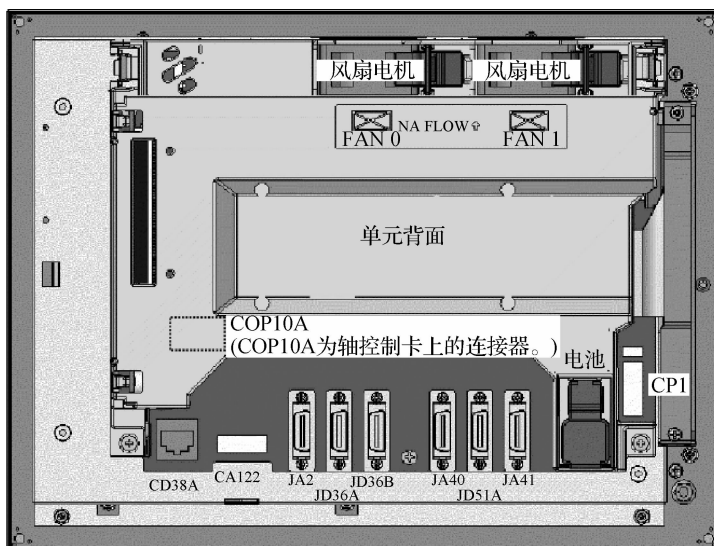

图 2-3 FANUC 0i MateTD 系统控制单元背板连接布置
(1) FANUC 0i MateTD 系统控制单元背板连接布置如图 2-3 所示。